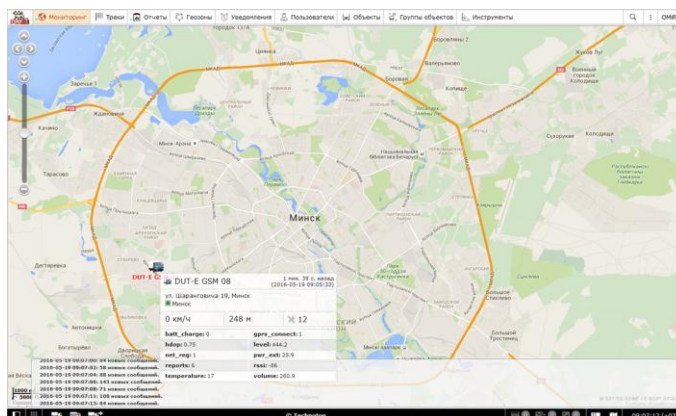

Рисунок 18 — Пример отображения ТС, оснащенного DUT-E GSM, с помощью Окна Реального Времени ORF 4
- 2) Убедиться в корректности Оперативного Мониторинга ТС с помощью Телематического Сервиса ORF 4 (см. рисунок 18).